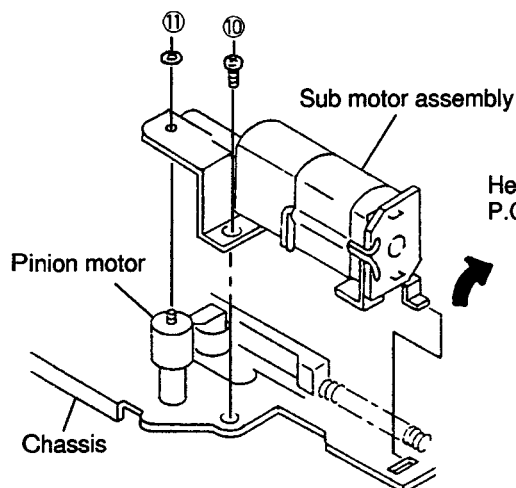

Figure 9
- (1) Remove M1.2 lock washer ⑪ and one screw ⑩ as shown in Figure 9.
- (2) Remove the sub motor assembly by pulling it up in the direction of the arrow as shown in Figure 9.
- (3) Mount it, following the removal steps in the reverse order.
- (1) ロックワッシャー⑪ (M1.2) と1本のネジ⑩を外します。(図9参照)
- (2) 図中の矢印の方向へ持ち上げながらサブモーター組立を外します。(図9参照)
- (3) 取り外し方の逆の手順で取り付けます。